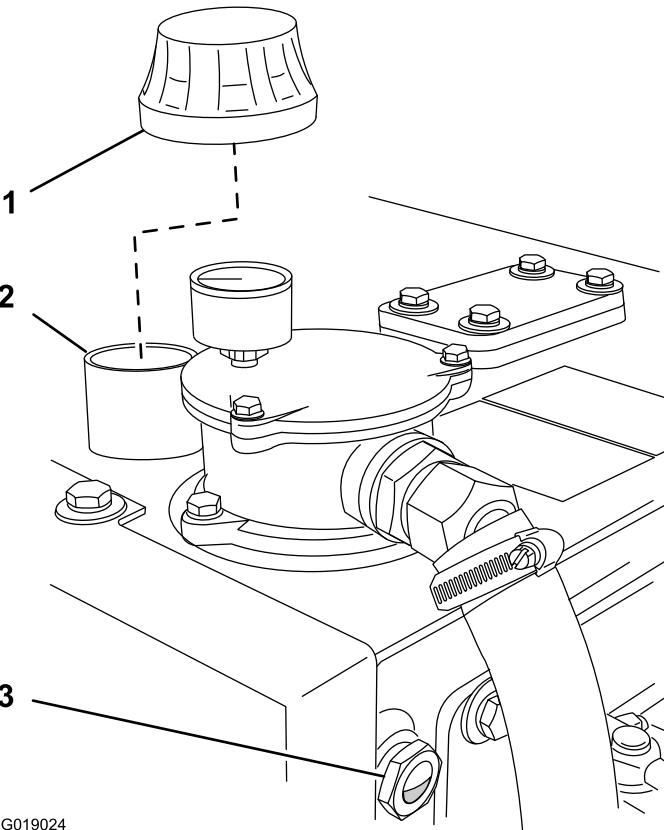

Figura 29
4. Limpie la zona alrededor del tapón/respiradero y del cuello de llenado del depósito hidráulico. Limpie la mirilla del depósito hidráulico (Figura 29).
5. Compruebe que el nivel de aceite de la mirilla deja visible una burbuja de aire de 6 a 13 mm (1/4-1/2 pulgada) en la parte superior de la mirilla (Figura 29).